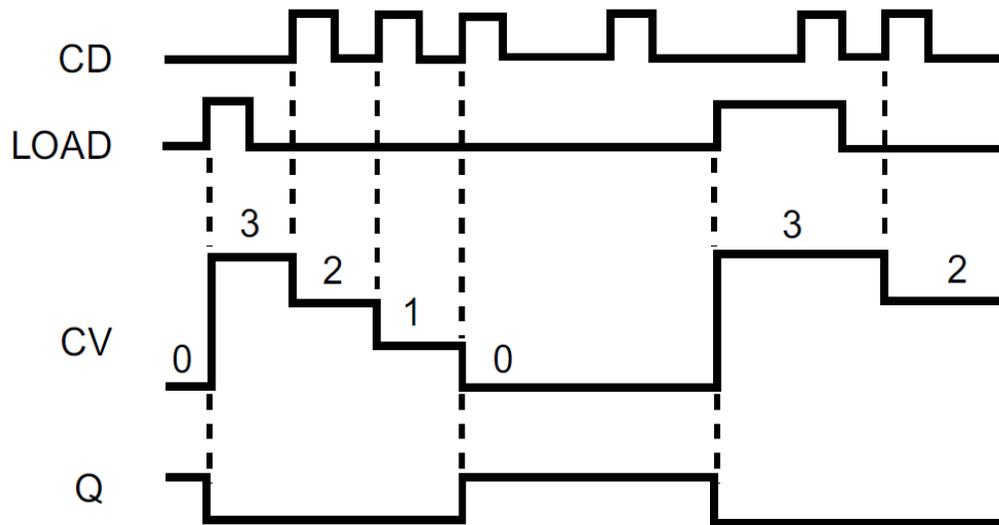

Figura 3.21 - Esquema de tiempos de las señales CD, LD, CV y Q
- **CTD (Count Down):** Es una instrucción de conteo descendente. Es el contrario del contador CTU. Cuando el estado lógico de la entrada CD cambia de 0 a 1 (flanco ascendente), se ejecuta la instrucción y el valor actual de conteo de la salida CV se decrementa en uno. Cada vez que se detecta un flanco de señal ascendente, el valor del contador decrementa hasta alcanzar el valor límite inferior indicado. Cuando se alcanza el valor límite inferior, el estado lógico de la entrada CD deja de tener efecto en la instrucción. El estado del contador se puede consultar en la salida Q. Si el valor actual del contador es menor o igual a cero, la salida Q adopta el estado lógico 1. En todos los demás casos, el estado lógico de la salida Q es 0 (Figura 3.21). El valor de la salida CV se carga con el valor del parámetro PV cuando el estado lógico de la entrada LD cambia a 1. Mientras la entrada LD tenga el estado lógico 1, el estado lógico de la entrada CD no tendrá efecto alguno en la instrucción, esto quiere decir que la señal de carga tiene prioridad (de manera análoga a la señal de reinicio en la instrucción CTU).